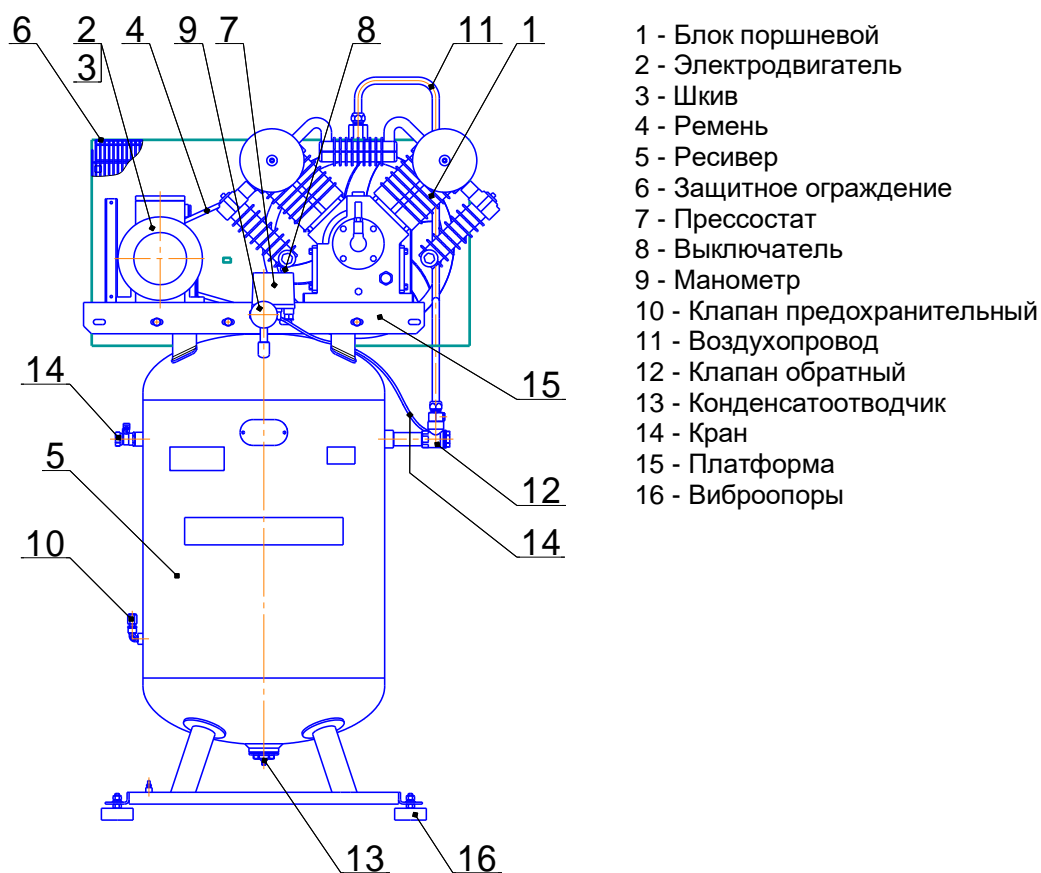

Рисунок 4 - Общий вид компрессора
6.4.3 Подсоединение компрессора к воздушной сети необходимо выполнять через кран (поз. 14, рисунок 4).